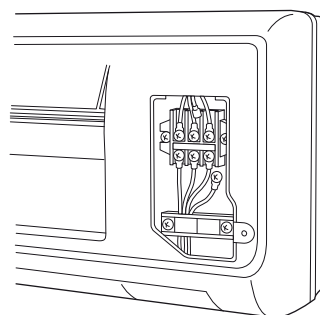

Abb. 26a
- (4) Ziehen Sie die Verbindungskabel zur Rückseite des Innenraumgerätes und bringen Sie sie für den Anschluß in Position. (Abb. 26a oder 26b)
- (5) Verbinden Sie die Verbindungskabel mit den entsprechenden Anschlußpunkten auf der Arretierungslamelle (Abb. 26a oder 26b) unter Bezugnahme auf den Schaltplan.
- (6) Sichern Sie den Anschluß mit der mitgelieferten Klammer.